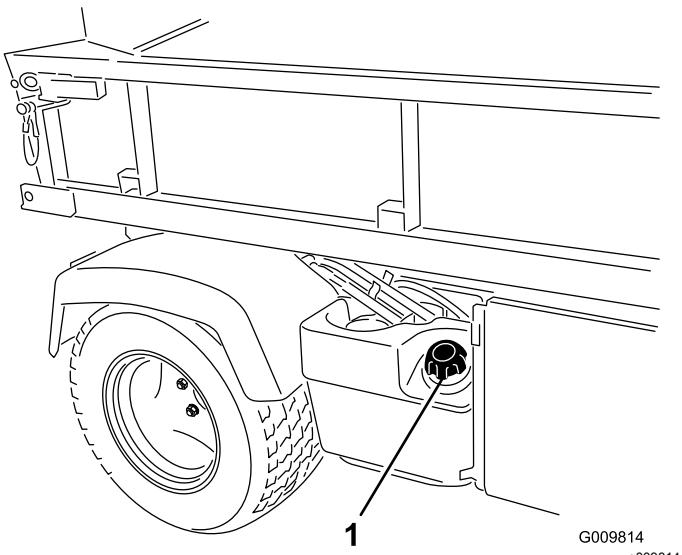

Figura 18
2. Retire a tampa do depósito de combustível (Figura 18).